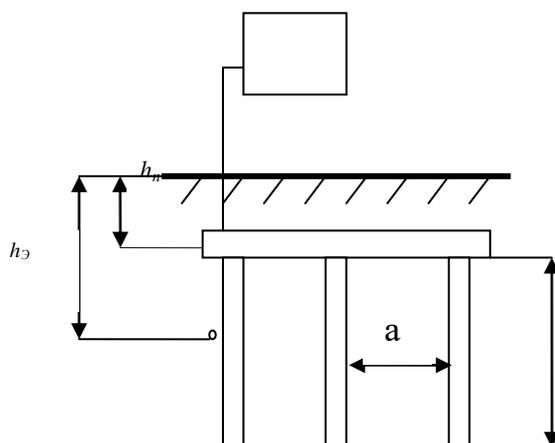

Рис. 1. Схема устройства искусственного группового заземления:
3. На плане цеха размещают вертикальные заземлители и соединительную полосу (рис. 1).